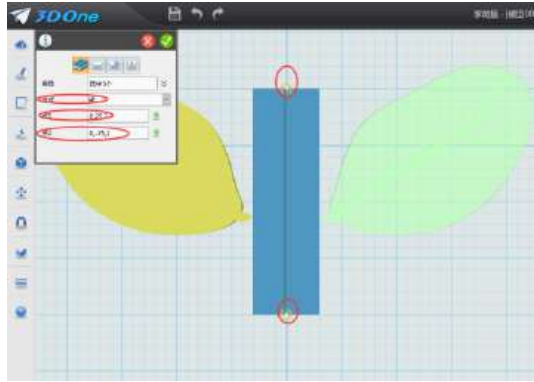

图 9-16
8. 镜像叶子：鼠标框选叶体和叶脉，鼠标移到屏幕最左侧第六个图标“基本编辑”命令里面的上数第四个图标“镜像”命令，出现对话框，如图：9-15，方式：选择线；点 1：选择长方体正上方一点，点 2：选择长方体正下方一点，如图 9-16，确定完成。